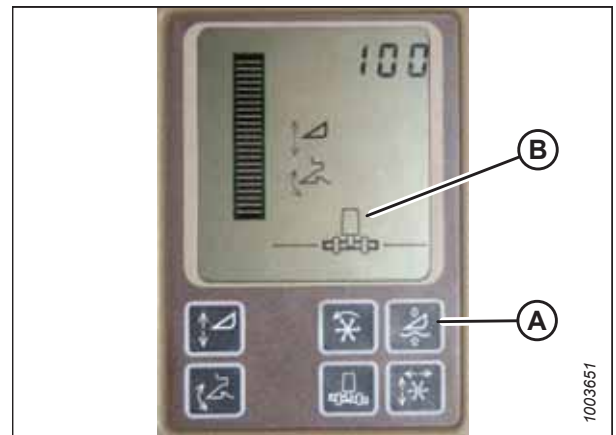

Figure 8.277: Affichage des moissonneuses-batteuses John Deere
N'utilisez **PAS** la fonction de flottement de plateforme active (A) en combinaison avec le contrôle de hauteur automatique de la plateforme (CHAP) MacDon – les deux systèmes vont se neutraliser l'un l'autre. Le symbole de la plateforme (B) sur l'écran ne doit **PAS** être souligné d'une ligne ondulée et doit apparaître exactement comme indiqué dans l'affichage de la commande de la plateforme active à la figure 8.277, page 411.